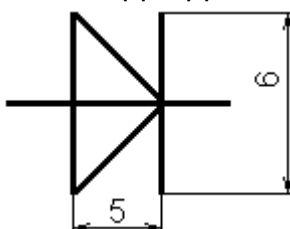

Рис. 17 УГО выпрямительного диода
- 6.1 УГО выпрямительного диода изображено на рис. 17.